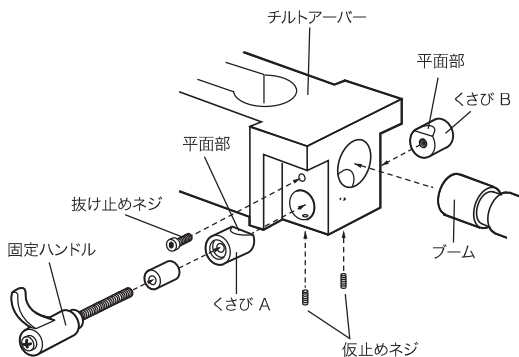
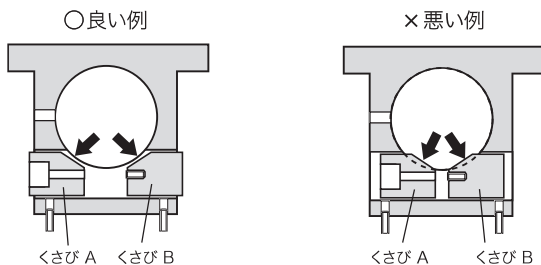

図2
図3
① 図2のようにくさび A、B を、平面部が真上に来るように挿入し、下方より仮止めネジで軽く固定する。その際、ブームの挿入時に接触しない位置(図3)に固定する。
② チルトアーバーを、ブーム先端に挿入する。固定ハンドルをくさびA側から軽く捻じ込んだ後、仮止めネジを緩める。その後、固定ハンドルをさらに捻じ込み、チルトアーバーを希望の角度に固定する。
③ 抜け止めネジを軽く捻じ込み、チルトアーバーが抜けるのを防止する。